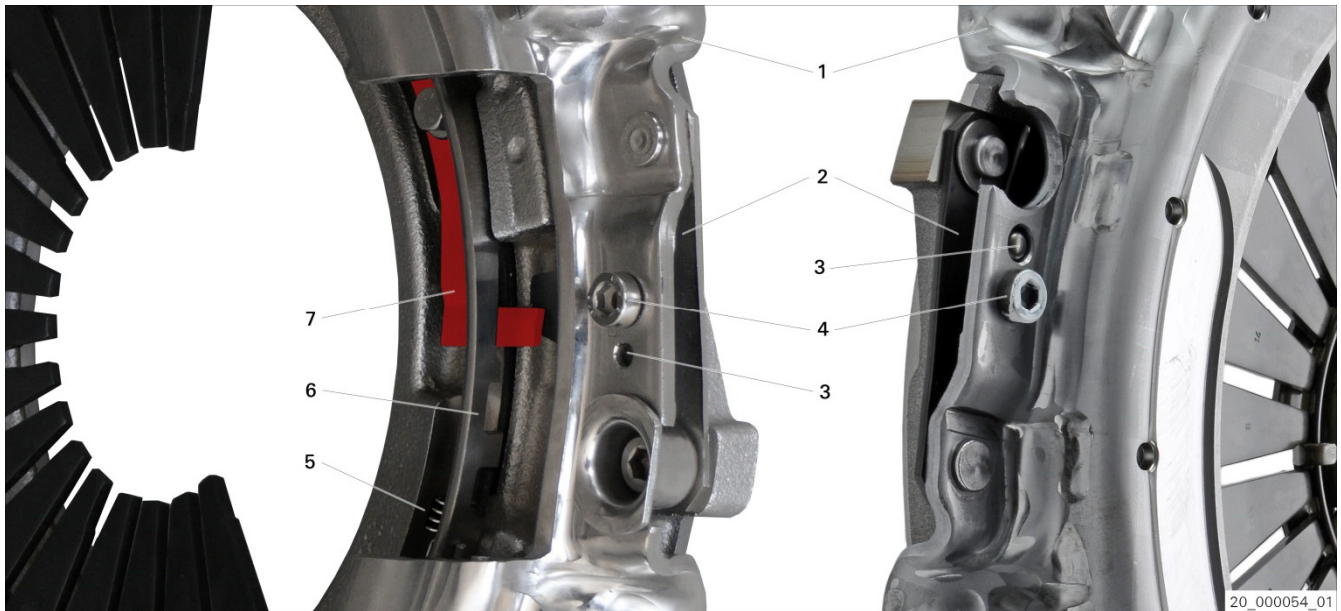

Fig. 1 : plateau de pression XTend avec vis de butée
- Lors du montage d'un nouveau disque d'embrayage, toujours remplacer aussi le plateau de pression. Il est **impossible** de réinitialiser le rattrapage automatique d'usure (fig. 1).
Plateau de pression XTend avec vis de butée (Fig. 1)